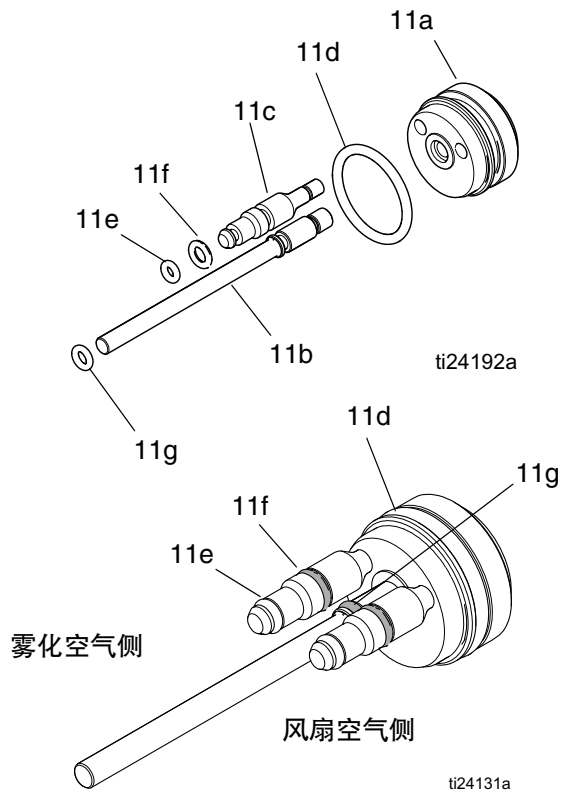
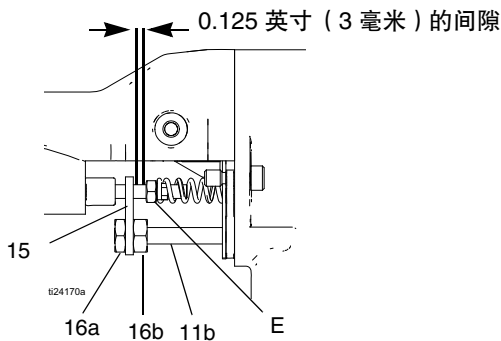

图 29. 活塞 O 形圈
图 30. 致动器臂调节
2. 拆卸空气帽，参见第 33 页。拆卸喷枪保护罩 (26)。
3. 拆卸锁紧螺母 (16a)、致动器臂 (15) 和调节螺母 (16b)。参见图 30。
4. 从喷枪后部卸下活塞盖 (13) 和弹簧 (12)。
5. 推动活塞杆 (11) 来把活塞推出喷枪背面。
6. 检查 O 形圈 (11d、11e、11f、11g) 是否损坏。参见表 3 和图 29。
8. 用喷枪身上的孔来对准两根管 (11c)，并将活塞组件接入喷枪背部，直至其底部。安装活塞盖 (13) 和弹簧 (12)。
参见图 30。
4. 卸下调节螺母（16a、16b）和致动器臂（15）。参见图 30。